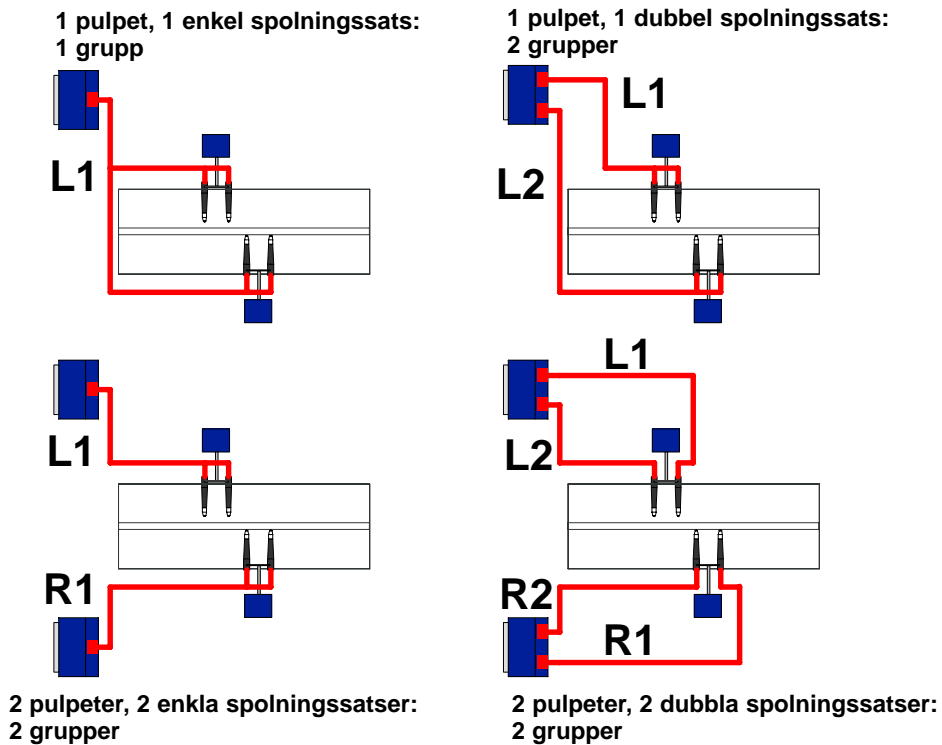

Bild 3-33 Möjligheter vid Versa-Spray munstycksspolning
- Ställ in önskat **antal grupper**: 1, 2, eller 4. Detta är beroende av antalet spolningssatser som man har installerat i iControl pulpeterna. Se bild 3-33.
- Se bild 3-33. Tilldela **Pistoler till grupper** genom att trycka på fältet för grupp för pistolen. Tryck på fältet för att växla grupptilldelningen till eller från.
Grupptilldelningen är beroende på antal grupper som ställts in i steg 5, och den fysiska placeringen av pistolerna. Möjligheterna visas i den följande tabellen och i bild 3-33.